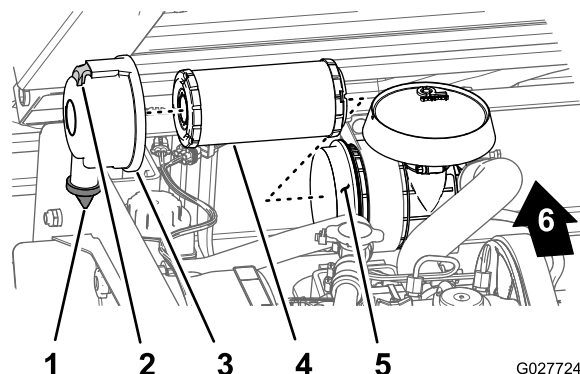

Figura 33
2. Verifique se existe algum dano no corpo do filtro de ar que possa provocar uma fuga de ar. Certifique-se de que a cobertura do filtro de ar se encontra corretamente colocada na respetiva caixa (Figura 33).
3. Puxe o trinco para fora e rode a cobertura do filtro de ar no sentido contrário ao dos ponteiros do relógio (Figura 33).
5. Suavemente, faça deslizar o elemento do filtro de ar para fora da caixa (Figura 33) para reduzir a quantidade de pó deslocada.
1. Limpe a porta de ejeção de sujidade que se encontra na cobertura do filtro de ar (Figura 33).
2. Retire a válvula de saída em borracha da tampa, limpe a cavidade, e volte a colocar a válvula de saída (Figura 33).
3. Insira o elemento do filtro na caixa do filtro de ar pressionando a aba exterior do elemento para o encaixar na caixa (Figura 33).
4. Alinhe a cobertura do filtro com a caixa do filtro com a válvula de saída de borracha numa posição descendente—entre, aproximadamente, as 5 e as 7 horas quando vista a partir da extremidade (Figura 33).
5. Prenda a cobertura à caixa com as patilhas (Figura 33).